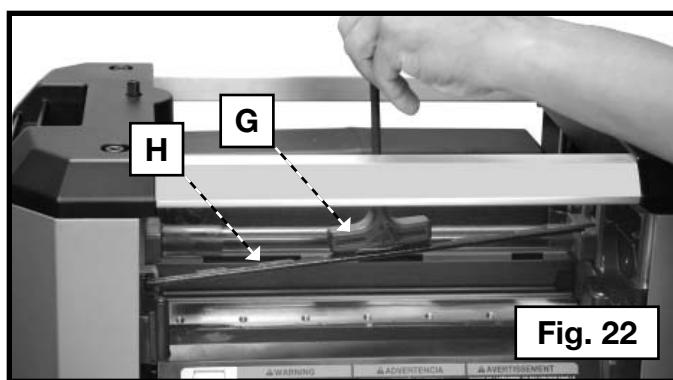

Fig. 22
5. Placer l'extrémité magnétique de la clé (G), fig. 22, sous la partie centrale du couteau. Lever la clé jusqu'à ce que la lame (H) se dégage des goupilles. Retirer le couteau.